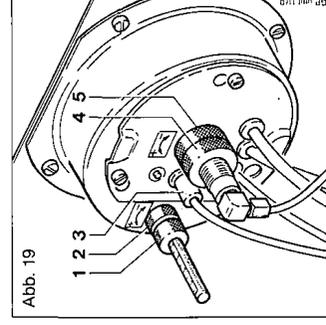

Abb. 19
- Die Einregulierung der Abgaswerte wird vorgenommen an den Einstellschrauben 1, 2 und 4, 5. Abb. 19. (Kesseltemperatur mind. 60°C).
- a) Lösen der Konterändelmutter (2) und drehen an der Einstellrändelschraube (1) nach rechts ergibt weniger Luftdurchsatz (mehr CO₂), nach links ergibt mehr Luftdurchsatz (weniger CO₂).